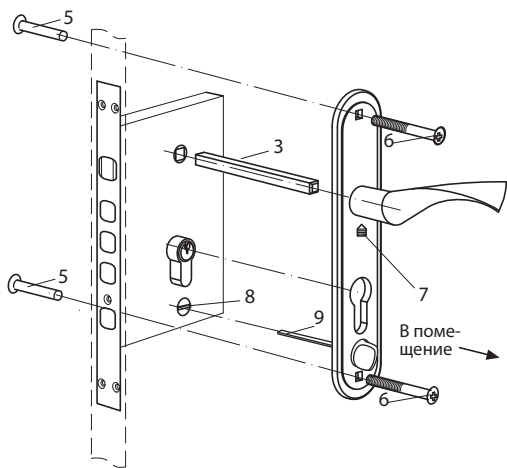

Рис. 7
6. Установите квадрат (3) в замок. Установите ручку на планку на квадрат и цилиндрический механизм. По установленной ручке отметьте на дверном полотне место отверстий под стяжные винты. Снимите ручку. Просверлите два сквозных отверстия в дверном полотне под стяжные винты (6). Раскрутите стяжки. Возьмите ручку, вставьте стяжные винты (6) в отверстия на планке ручки. Установите ручку на квадрат (3), предварительно ослабив винты фиксации ручек (7), шток поворотной ручки (9) должен попасть в отверстие на корпусе замка (8). Установите вторую часть ручки на квадрат с другой стороны двери. Вставьте стяжные гайки (5) в отверстия на планке ручки и вкрутите в них стяжные винты (6), используя отвертку. При помощи крестообразной отвертки зафиксируйте винтами фиксации (7) ручки на квадрате (Рис. 7).